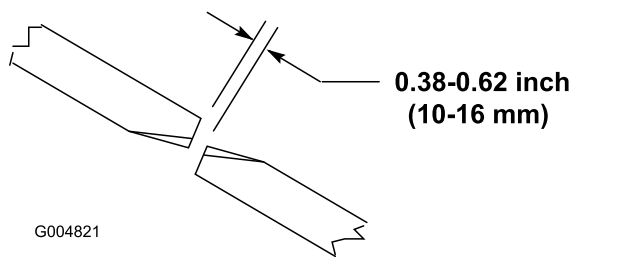

Figura 28
Para garantir o correto funcionamento da unidade de corte, tem que haver uma folga de 10 a 16 mm entre as extremidades das lâminas das unidades de corte lateral e central (Figura 28).
2. Rode a lâmina central e a lateral adjacente de forma a que as suas extremidades fiquem alinhadas. Meça distância entre as extremidades das lâminas. A distância deve ser de aproximadamente 10 a 16 mm (Figura 28).